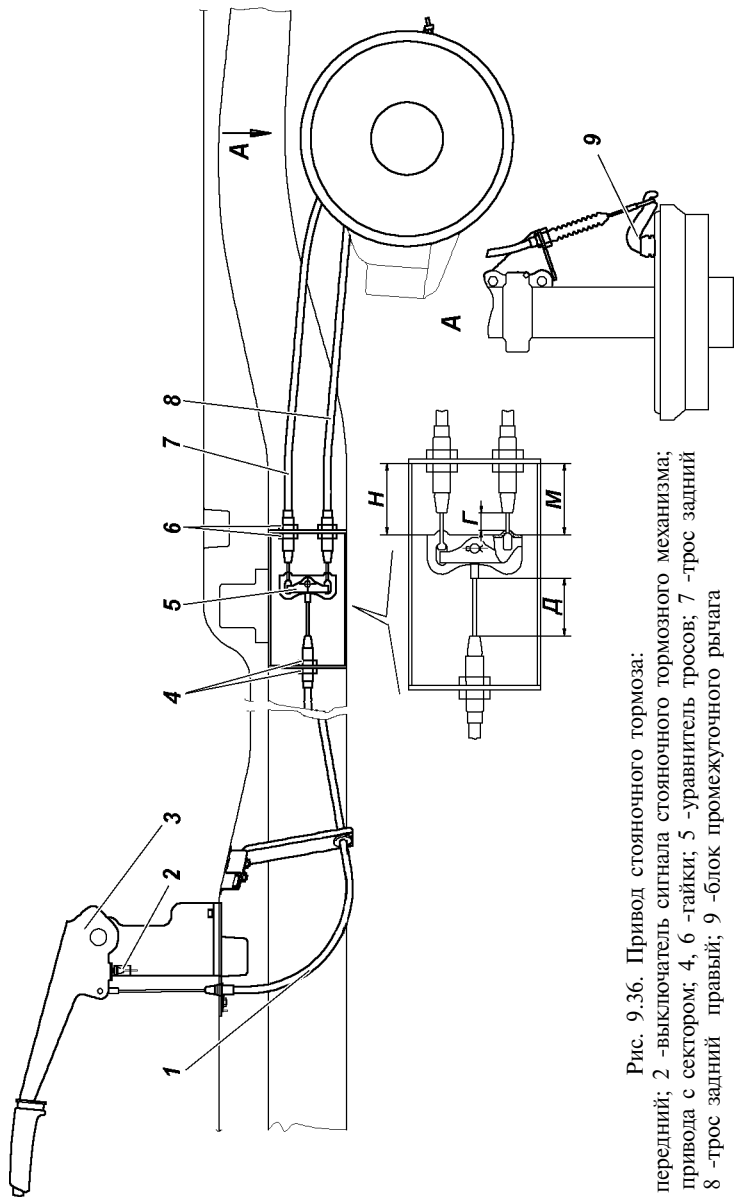

Рис. 9.36. Привод стояночного тормоза:
Колесный стояночный тормоз действующий на тормозные колодки задних колес (рис. 9.36).
3. Установите рычаг стояночного тормоза 3 (рис. 9.36) в нижнее положение.
5. Вращением гаек 4 и 6, выберите слабины тросов 7, 8, натянув их усилием 100 Н (10 кгс). При этом необходимо выдержать размер $\Gamma = 1$ мм (min), $D = 35$ мм (min) и разницу размеров М и Н не более 6 мм (рис. 9.36).